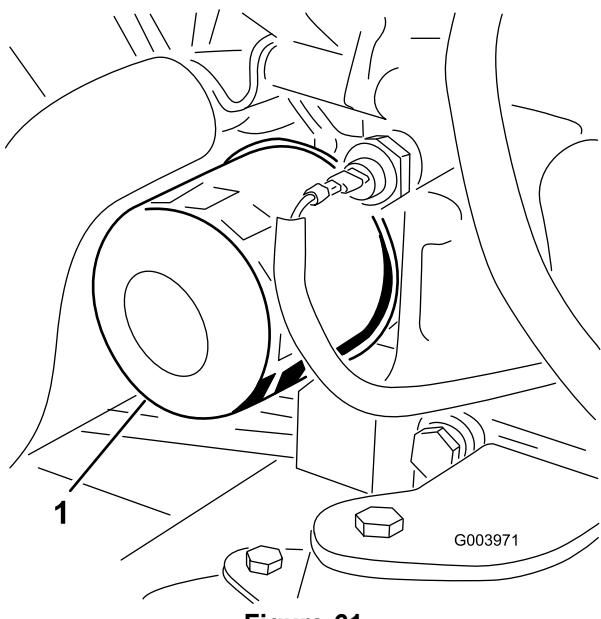

Figure 61
- Déposez le filtre à huile (Figure 61).